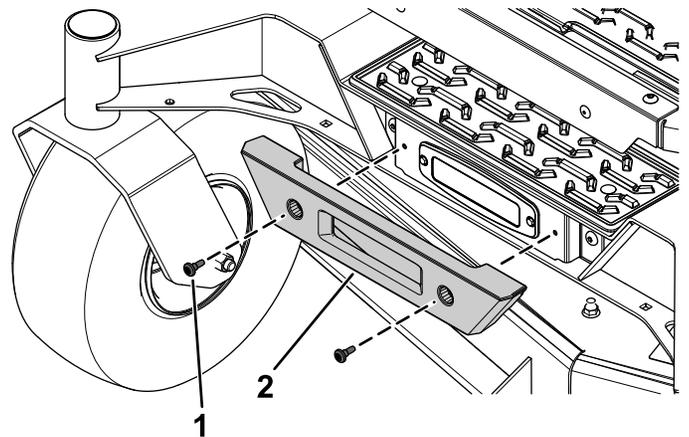

Figure 3
2. Fixez le pare-chocs avant à l'aide des 2 vis à tête Torx précédemment retirées (Figure 3).